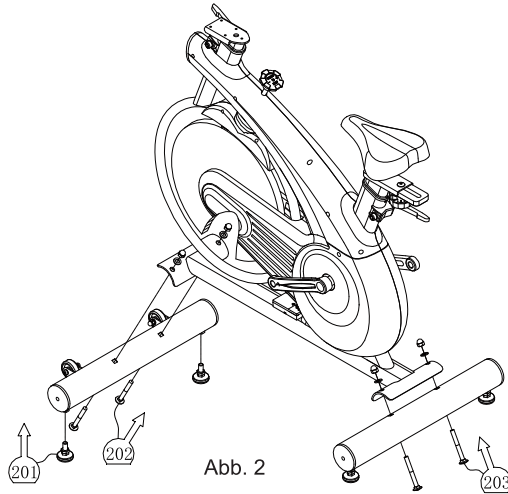

Abb. 2
2. Schrauben Sie die zwei einstellbaren Fußpolster wie in Abb. 2 unter Schritt 201 gezeigt in die Schraubenlöcher auf der Unterseite des vorderen Stabilisators. Stecken Sie den Halbrundkopfvierkantansatzbolzen M 10 x 90 wie in Abb. 2 unter Schritt 202 gezeigt in das Vierkantloch des vorderen Stabilisators und bewegen Sie anschließend das Rad, um das gebogene Teil am vorderen Ende des Hauptrahmens hindurchzuführen. Stecken Sie die Bolzen durch die Schraubenlöcher und anschließend darauf die flache Unterlegscheibe Ø 11 x Ø 20 x 2 und die Muttermutter M 10. Ziehen Sie die Muttermutter mit dem 16er Schraubenschlüssel fest.
Stecken Sie den Halbrundkopfvierkantansatzbolzen M 10 x 90 wie in Abb. 2 unter Schritt 203 gezeigt in das jeweilige Vierkantloch des hinteren Stabilisators. Die einstellbaren Fußpolster zeigen jetzt in Richtung Boden. Stecken Sie nun die Bolzen durch die Schraubenlöcher. Setzen Sie den Stabilisator am geborgenen Teil des Hauptrahmens an und schrauben Sie ihn anschließend unter Benutzung der flachen Unterlegscheibe Ø 11 x Ø 20 x 2 und der Muttermutter M 10 fest, indem Sie die Muttermutter mit dem 16er Schraubenschlüssel anziehen.